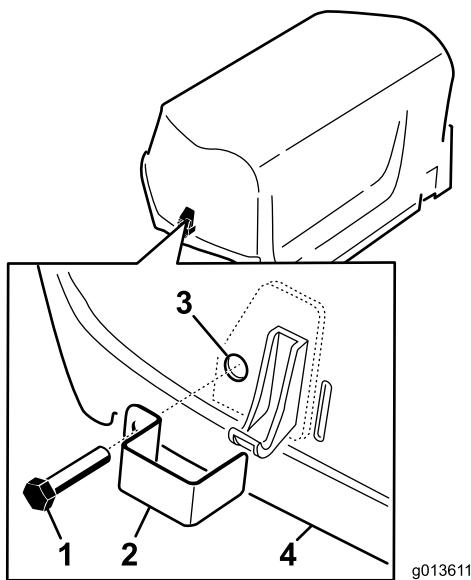

Bild 15
2. Befestigen Sie den Sperrriegel mit einer Bleischraube (zwei insgesamt) über die Haubenriegel (Bild 15).